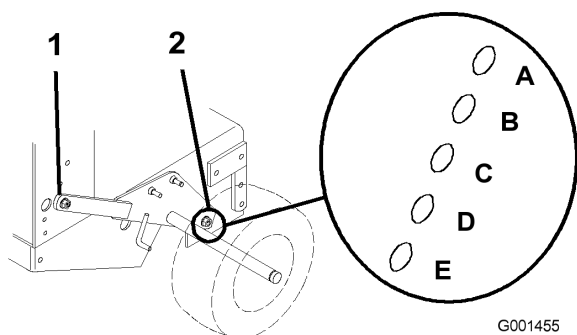

Figure 11
3. Desserrez, sans les enlever, les 2 boulons de pivot et les 2 boulons de réglage de l'essieu (Figure 11).
4. Placez un cric sous le bâti du moteur, au centre et à l'arrière. Soulevez l'arrière du bâti du moteur jusqu'à ce qu'il soit possible de déposer les 2 boulons de réglage de l'essieu avant (Figure 11).
5. Levez ou abaissez le bâti du moteur à l'aide du cric de sorte à pouvoir insérer les 2 boulons de réglage de l'essieu avant dans les trous voulus (Figure 11).